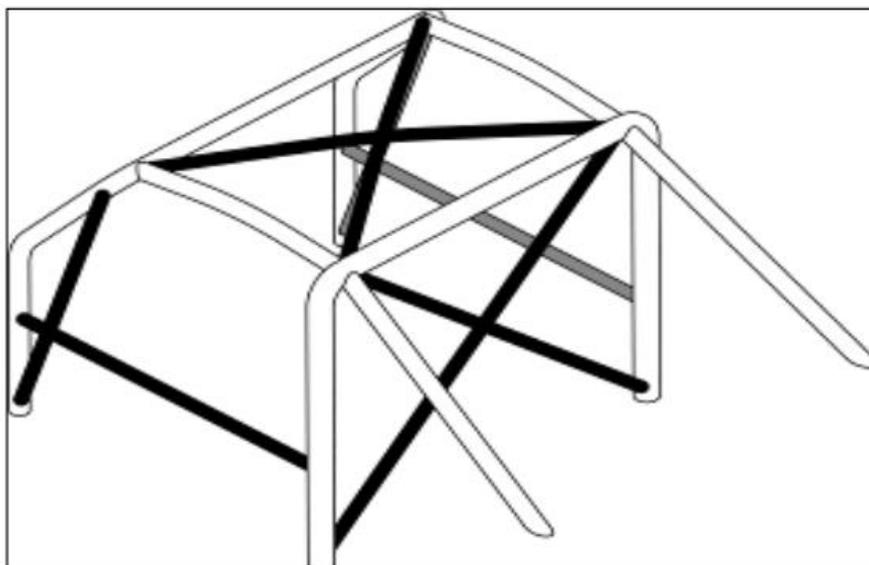

Рис. 8.2. Минимальная схема каркаса безопасности.
- Каркас может быть выполнен в соответствии с Приложением 14 к КиТТ РАФ. Минимальная схема каркаса безопасности должна соответствовать Рис.8.2. В качестве усиления крыши может быть установлен только один диагональный элемент, но его переднее соединение должно быть расположено на стороне водителя